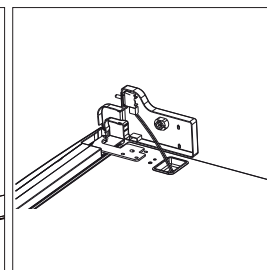

Fig. 16
- ▶ Inserte la clavija del cable en el casquillo de la cubierta de bisagra (27) del paquete adicional (fig. 16).